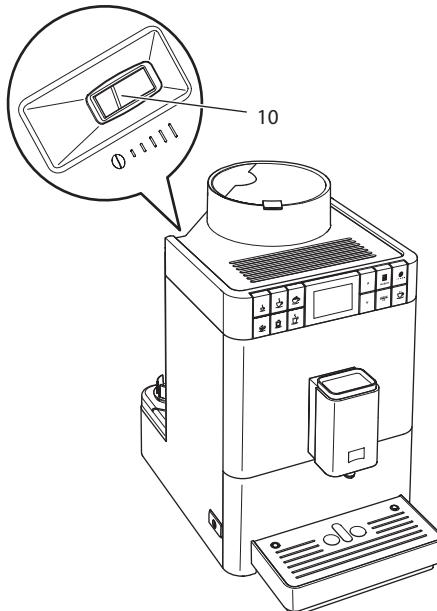

Fig. 16: Leva per la regolazione del grado di macinazione
2. Spostare la leva verso sinistra o verso destra, come illustrato nella Fig. 16.